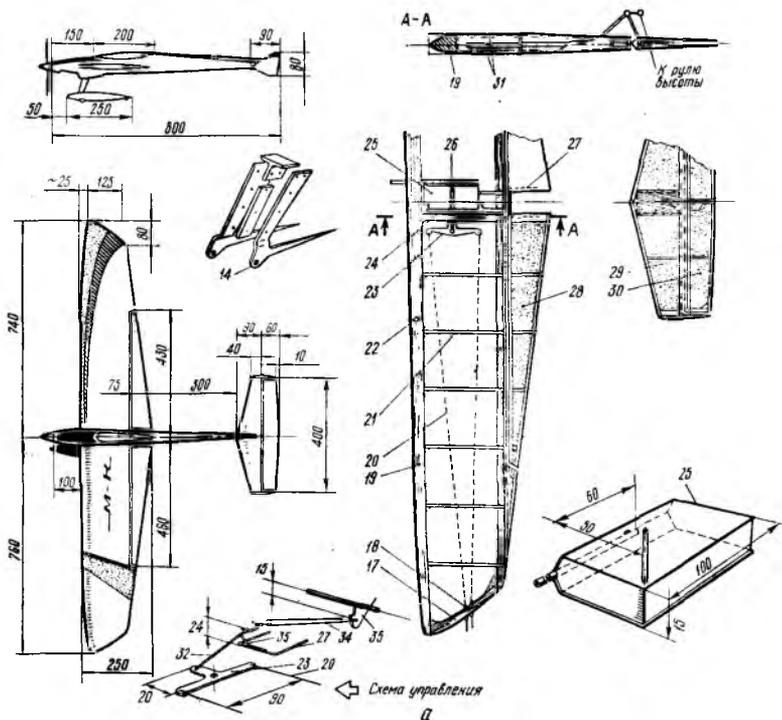

Рис. 35. Пилотажная модель «Акробат»:
**Пилотажная модель «Акробат»** (рис. 35), разработанная московскими авиамоделистами, обладает хорошей управляемостью и высокой устойчивостью при выполнении фигур пилотажного комплекса. Крыло с большим удлинением заметно уменьшает потери скорости на отдельных участках фигур высшего пилотажа.